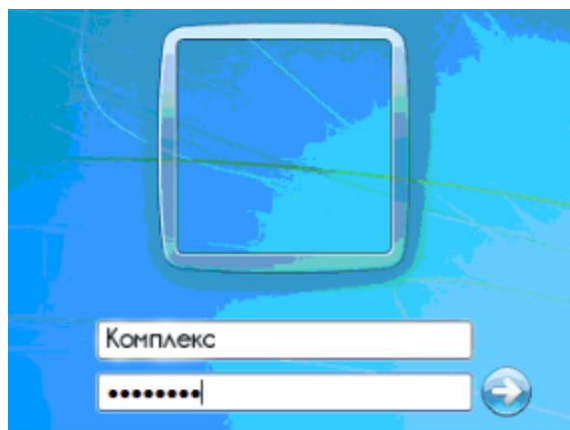

Рисунок 10.
2.2.2.11 . В полях (см. рисунок 10) ввести имя и пароль учетной записи «Комплекс» и нажать на кнопку